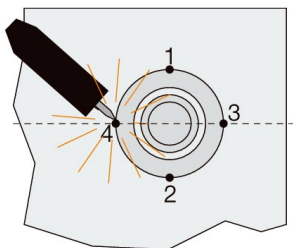
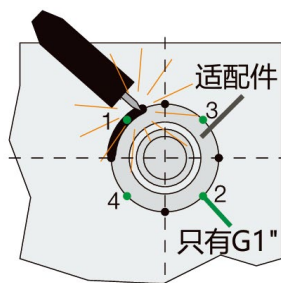

图 28
图 29
- 沿 4 个安装点安装转接件（如图 28 所示）注意安装的顺序！对于 G1"，要沿着 8 个安装点进行安装（如图 29 所示）；
- 把安装点之间的部分焊接起来（如图 29 所示）。